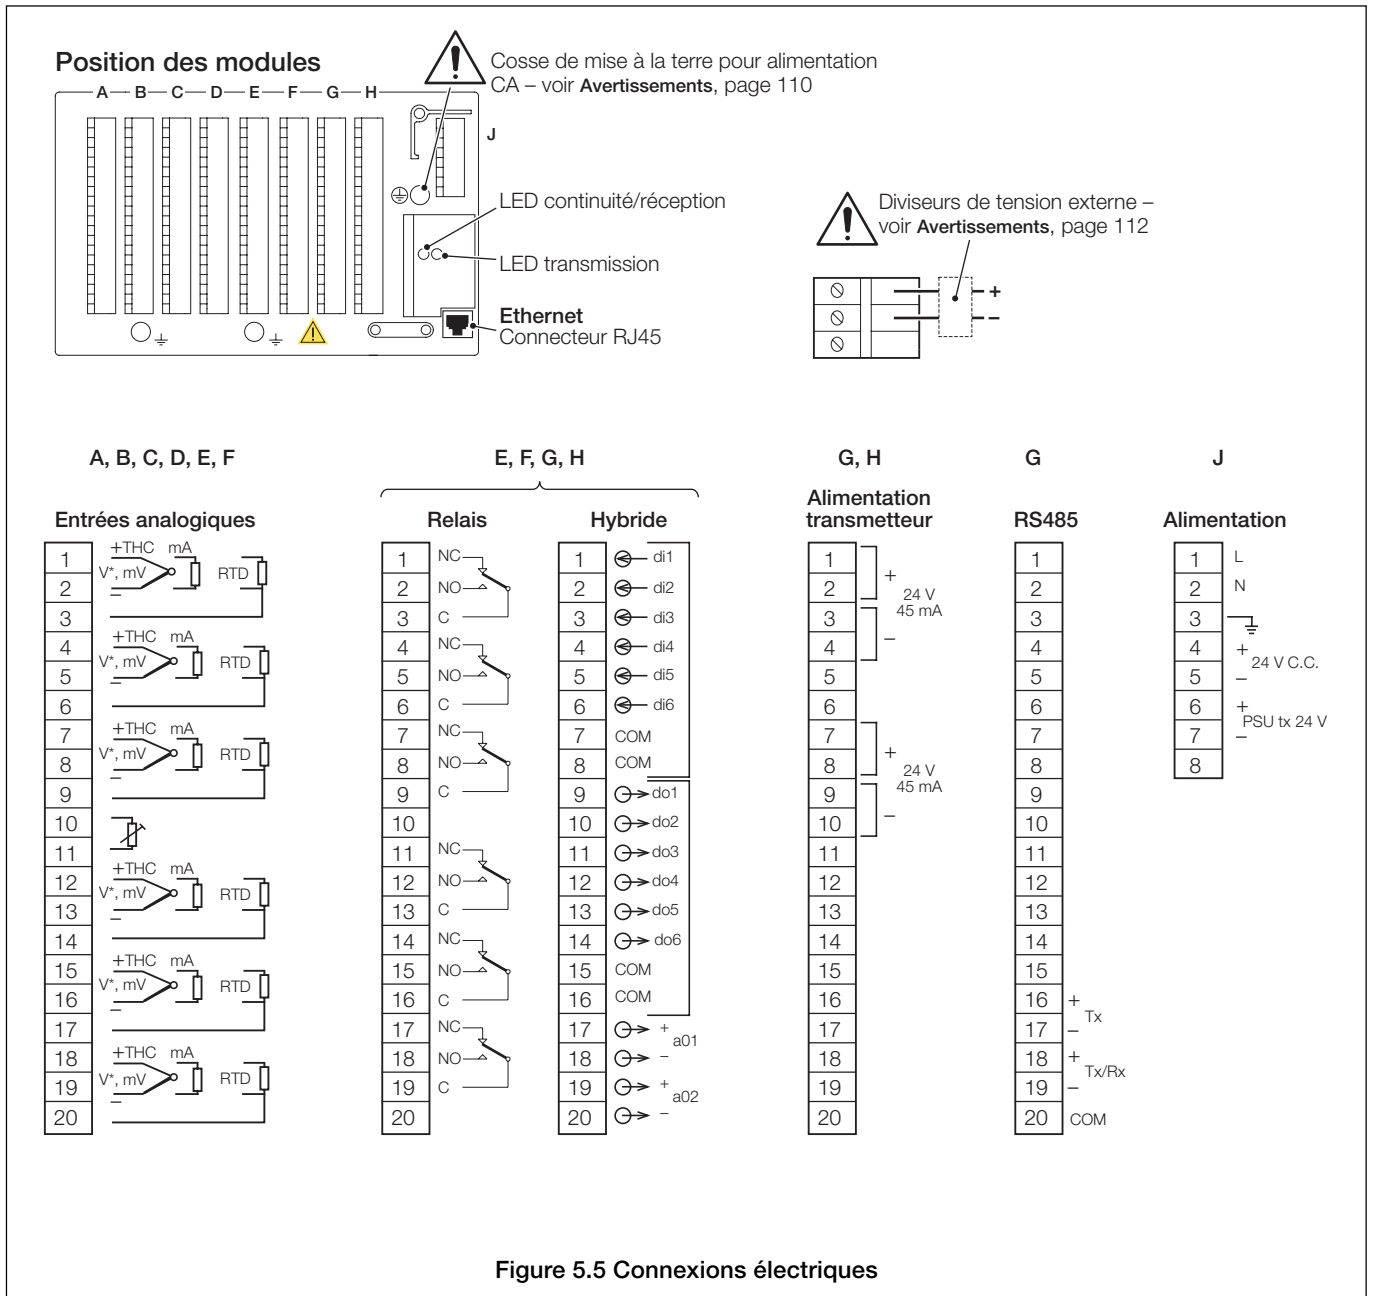

Figure 5.5 Connexions électriques
### 5.3 Connexions électriques – Figure 5.5
- Il est fortement recommandé d'utiliser des câbles blindés pour les entrées signaux et les connexions relais. Connectez le blindage à la cosse de terre - voir Figure 5.5.
...5.3 Connexions électriques – Figure 5.5
**Remarque :** Reportez-vous également à la Figure 5.5 pour connaître le numéro des bornes.
Pour connecter l'instrument au réseau Ethernet, utilisez un câble de réseau et branchez-le au concentrateur du réseau. La connexion se fait via un connecteur RJ45 standard situé à l'arrière de l'unité – voir Figure 5.5.